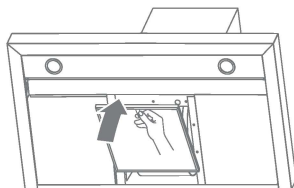
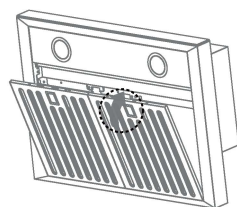

fig.18
fig.19
3. Instale el filtro de carbón como se muestra en la fig. 18 e instale las rejillas de acero (fig. 19).